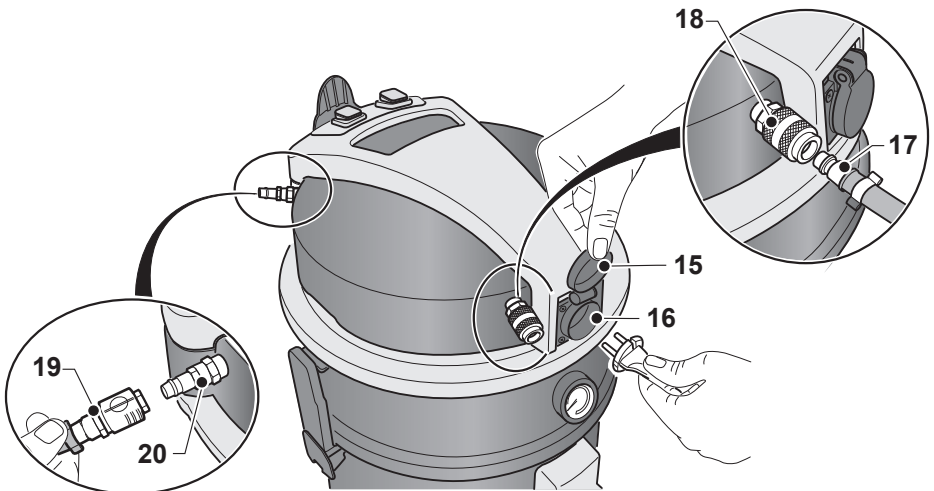

Fig. 9
- Soulever le couvercle (15 Fig. 9) et brancher la fiche de l'outil électroportatif (16 Fig. 9) présent sur la tête de l'aspirateur (puissance maximale autorisée 2 000 W).